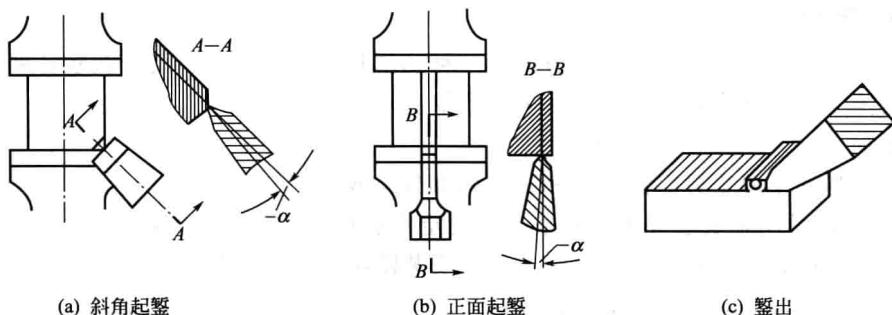

图 1-28 起錾方法与錾到尽头时的方法
④ 平面的錾削方法 錾削平面用扁錾。起錾时从工件的边缘的尖角处入手，用锤子轻敲錾子，錾子便容易切入材料，如图 1-28(a)、(b) 所示。起錾后把錾子逐渐移向中间，使切削刃的全宽参与切削。当錾削快到尽头，与尽头相距 10mm 时，应调头錾削，如图 1-28(c) 所示，否则尽头的材料会崩裂。